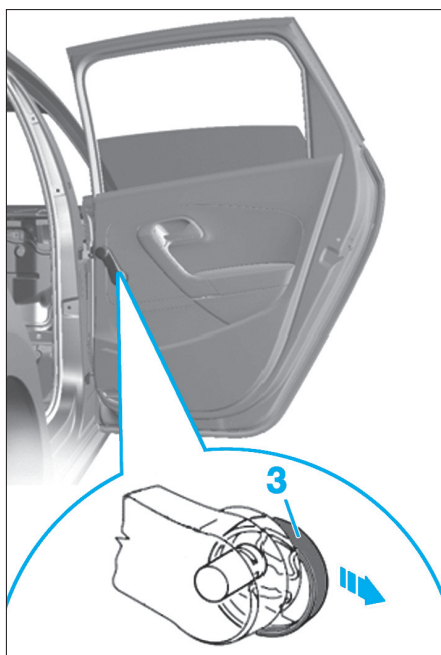

FIG. 62
- Débrancher le connecteur (2).
- Si le véhicule est équipé de lève-glace manuel, pousser la bague (3) puis extraire la manivelle (Fig.62).